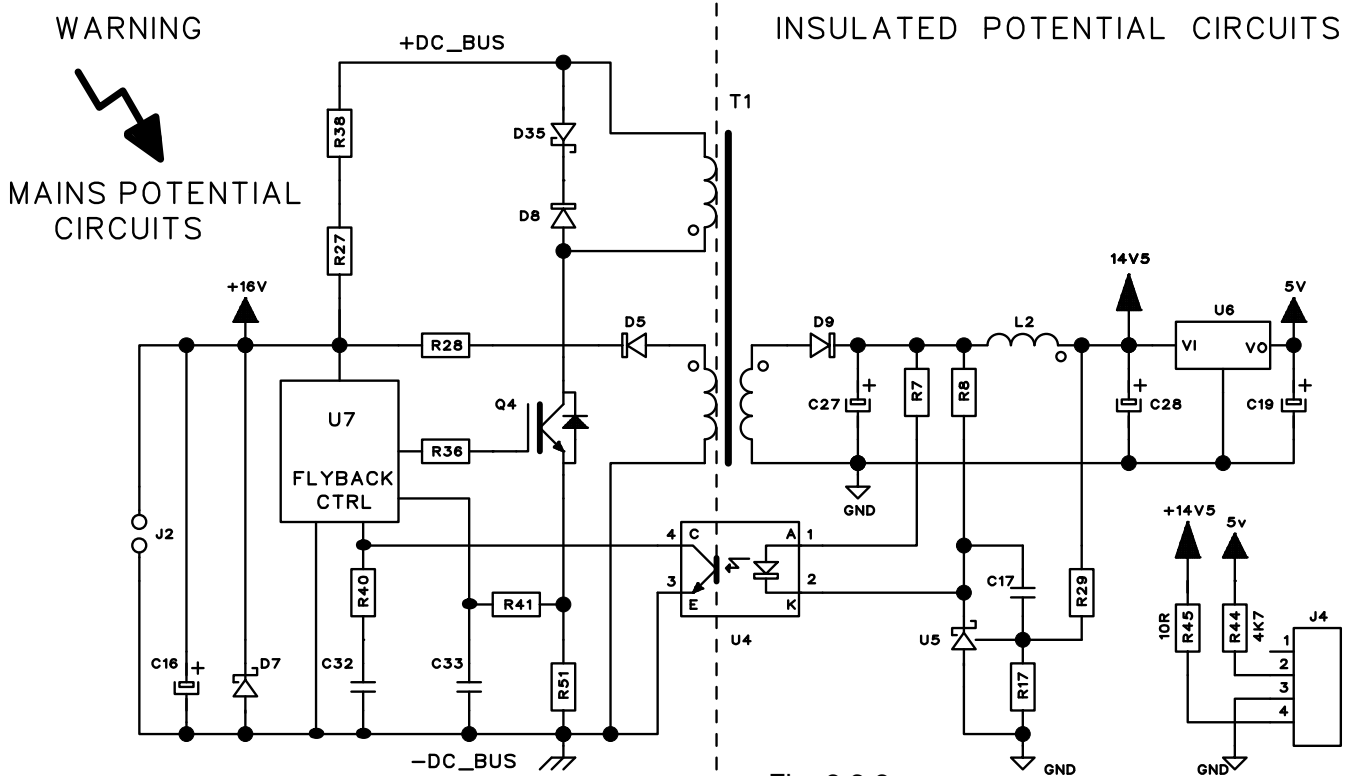

Fig. 2.3.2
Collegato direttamente ai condensatori-DC, un convertitore flyback, presente sulla scheda potenza (13), genera le tensioni di alimentazione di tutti i circuiti del generatore. Queste tensioni sono misurabili sui connettori J2 e J4, su scheda potenza (13), come indicato in Fig. 2.3.2.
- ◆ Se la tensione è assente, spegnere il generatore e verificare che non ci sia una interruzione nei collegamenti all'ingresso della scheda potenza (13) o nel collegamento dell'induttore (10) del boost converter oppure che i terminali dei condensatori-DC non siano in cortocircuito. Se il caso ricercare l'origine del cortocircuito fra i seguenti componenti: boost converter (Q10 ÷ Q12, ecc.), circuito flyback (U7, Q4, D8, D35 ecc.), condensatori-DC, igbt e diodi dell'inverter (Q13 ÷ Q20, D24, D25 ecc.).
- ◆ Se la tensione rimane a 330 Vdc controllare i circuiti del boost converter (U2, Q7, Q10 ÷ Q12, D22, ecc.) e la tensione su J2 di scheda potenza (13), come indicato in Fig. 2.3.2 (alimentazione circuiti flyback e boost converter).
- Scheda potenza (13), connettore J4, terminali:
- 3(-) - 4(+) = +14,5 Vdc,come indicato in Fig. 2.3.2 (alimentazione circuiti della scheda potenza (13)).
- ◆ Individuare i componenti difettosi su scheda potenza (13), basandosi sullo schema di Fig. 2.3.2 e Mappa connettori di par. 5.2.
- ◆ Sostituire scheda potenza (13).
- Sostituire scheda potenza (13).